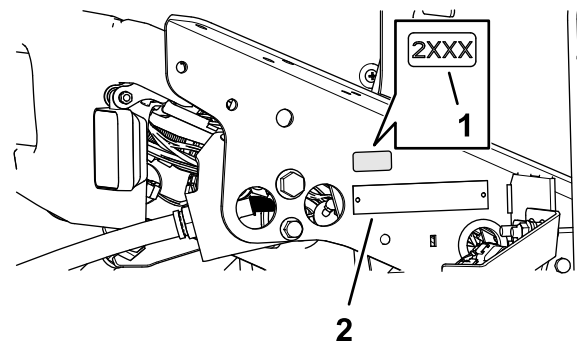

Figure 33
- Avec de l'alcool à friction et un chiffon propre, nettoyez le support de plancher près de la plaque du numéro de série et laissez sécher le support (Figure 33).